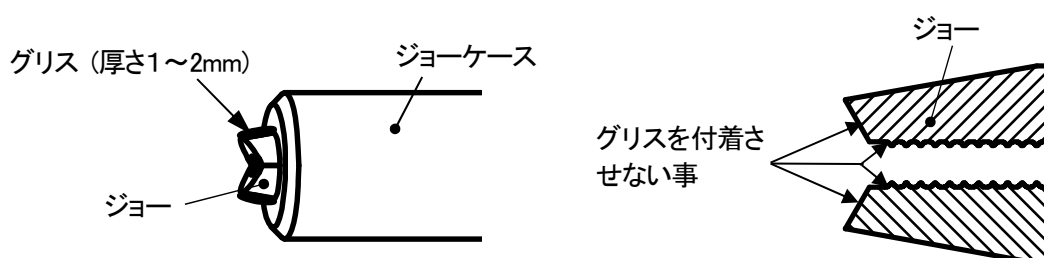

図 7-4
- ⑥ジョーケースにジョーを組み付けてください。グリスをジョーケースより突き出したジョーのテーパ面にも同様に塗布してください。(図 7-4)